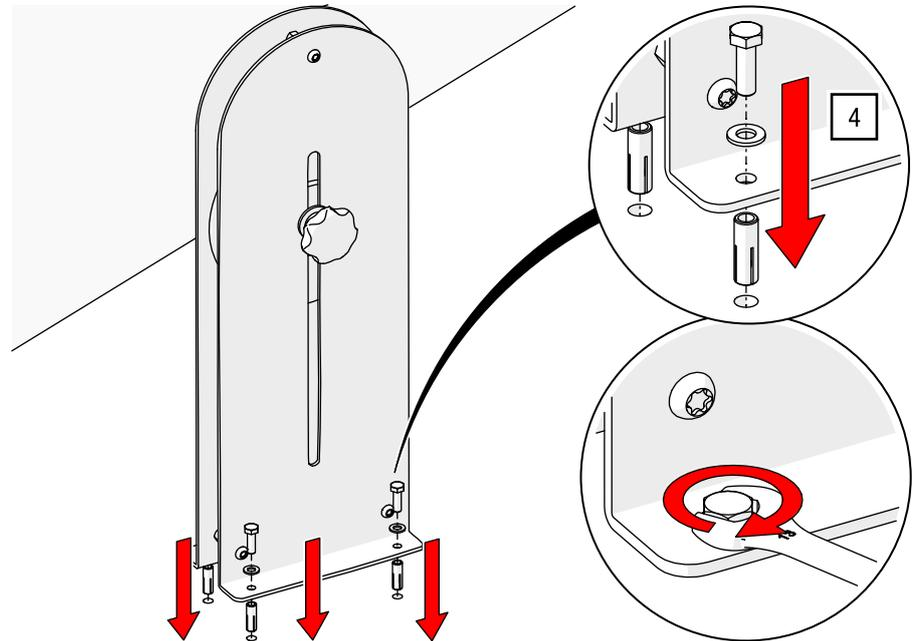

Abb. 117: Manueller Antrieb ROPE-DRIVE – Hanfseil-Gegenspannrolle montieren
4. Verschrauben Sie die Hanfseil-Gegenspannrolle mit dem Untergrund entsprechendem Montagematerial am Boden (Montage entsprechend Herstellerangaben; Beispiel Betonboden / Estrichs – siehe Abb. 117).